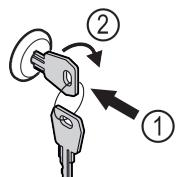

Fig. 87
- Пъхнете ключа Fig. 87 (1).
- Завъртете го на 90° по посока на часовниковата стрелка Fig. 87 (2).